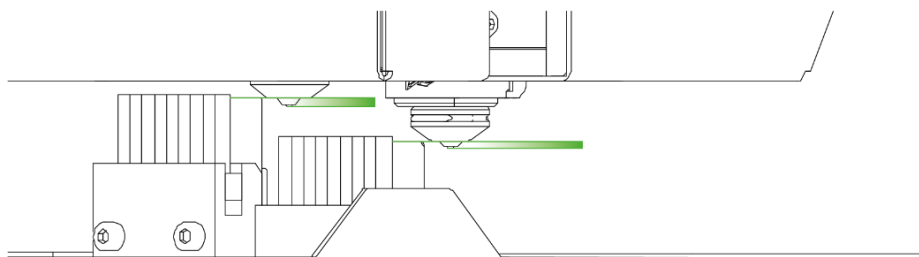

Рис. 13. Планки станции очистки, правильно отрегулированные относительно сопел в модуле
4. Визуально оценить, хорошо ли отрегулированы планки для станции очистки относительно сопла в печатном модуле. При правильной регулировке крышка сопла слегка перекрывает планку очистной станции (рис. 13).
4. Еще раз проверить, хорошо ли отрегулированы планки очистной станции относительно соответствующего сопла в печатном модуле (рис. 13). Если регулировка будет неправильной, повторить процедуру.